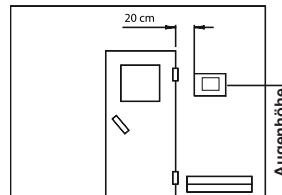
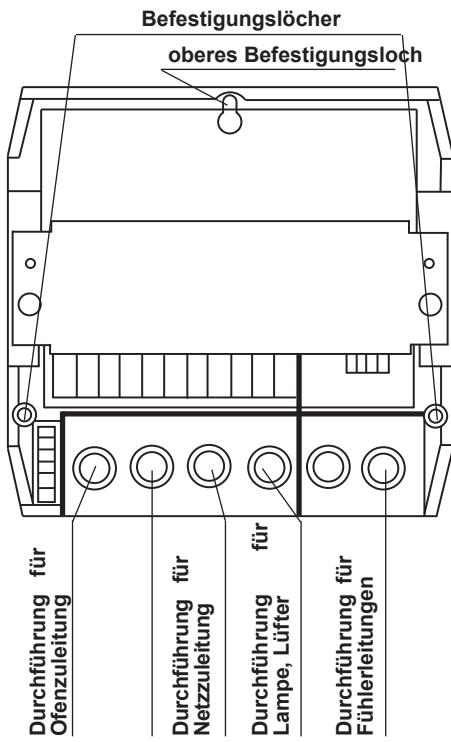

Abb. 3
Abb. 4
sehenen Durchführungen und schrauben Sie das Gehäuseunterteil in den beiden unteren Bohrungen fest an die Kabinenwand. Abb. 4
1. Nehmen Sie die Abdeckung des Steuergerätes ab. Dazu lösen Sie die Befestigungsschrauben unter der Bedienungsskala. Vergrößern Sie die Löcher für die Durchführungen der Kabel (Abb. 4) mit Hilfe eines geeigneten scharfen Messers. Die Bohrungen Ø 3 mm für die mitgelieferten Holzschauben 4 x 20 mm werden entsprechend den in Abb. 3 + 3.1 angegebenen Maßen angebracht.